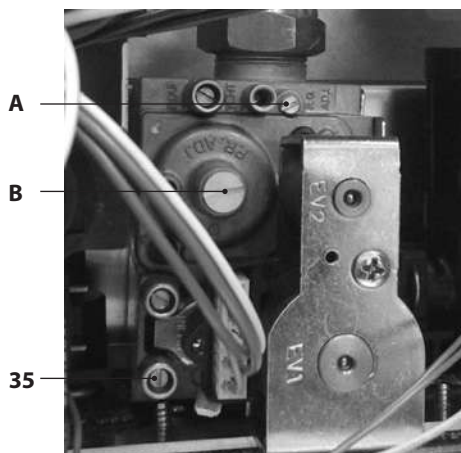

Figura 7.6
- A caldaia spenta (fuori servizio), controllare la pressione di alimentazione utilizzando la presa 35 in Figura 7.6 e confrontare il valore letto con quelli riportati nella tabella Pressioni di alimentazione gas nella sezione "Dati tecnici" pag. 32.
- Richiudere bene la presa di pressione 35 in Figura 7.6.
- Per tarare il **CO₂** della caldaia (pressione del gas al bruciatore) svitare completamente il tappo in ottone di protezione B e agire sulla vite a brugola Ø 4 mm sottostante Figura 7.6, girando in senso orario il **CO₂** aumenta.
- Se i due dati non coincidono agire sulla vite regolazione massimo RQ (A in Figura 7.6).